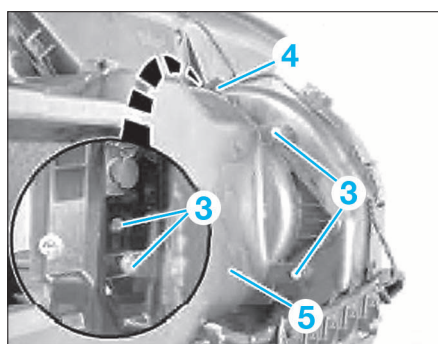

FIG. 21
- Déposer les vis (3) et les clips (4) pour extraire la gaine d'air (5) (Fig.21).